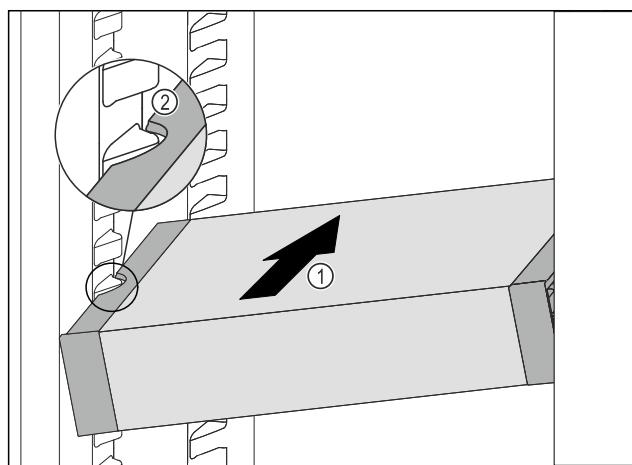

Fig. 142
- ▶ Вставить висувний ящик VarioSafe під кутом в охолоджувальне відділення Fig. 142 (1), допоки бокові поглиблення Fig. 142 (2) VarioSafe не будуть розташовані на рівні ребра для ємності в охолоджувальному відділенні.